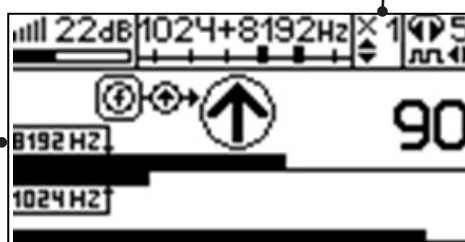

Рис. 6.4
4. «Назначение» производится нажатием кнопки **f** при расположении датчика точно над «выделенной» коммуникацией, считающейся «своей». После этого указатель направления сигнала приобретает вид - (↓). При переходе на «чужую» коммуникацию с другим «направлением сигнала» (или при изменении положения датчика на «обратное») раздастся звук и стрелка покажет «направление сигнала - назад (↓)» (рис. 6.4)
Методика: Производя трассировку с применением ЭМД на низкой активной частоте (512Гц / 1024Гц) (*см. раздел активный трассопоиск*), наблюдать за уровнем сигнала. Локальное повышение и резкое уменьшение уровня указывают на вероятность наличия дефекта изоляции. (*рис. 6.4*) При этом величина сигнала может меняться по различным причинам: положение датчика, глубина залегания кабеля, наличие мешающих конструкций. Поэтому таким методом можно обнаружить лишь «низкоомные» дефекты сопротивлением менее 1кОм.